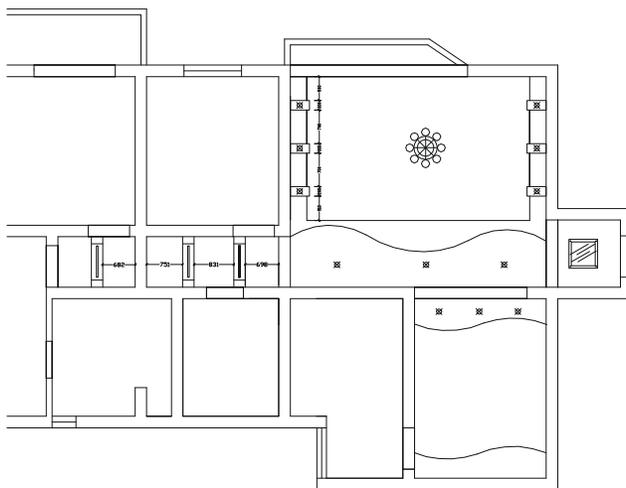
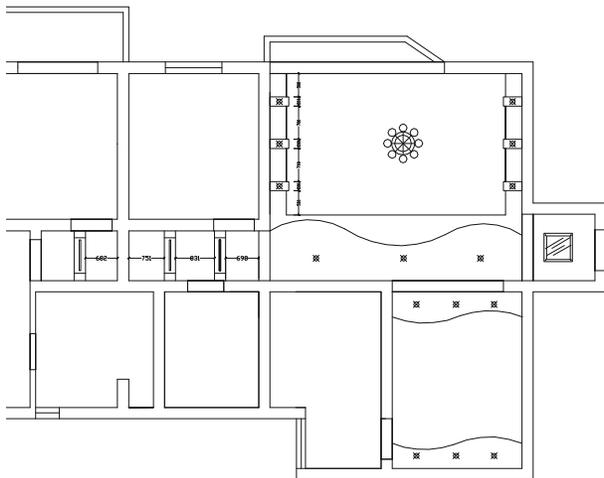

图 7-1-25
图 7-1-26
**STEP 04** 使用复制命令 COPY 将客厅中的筒灯复制到如图 7-1-25 所示的餐厅位置。
**STEP 05** 参照上面第 (2) 步，使用镜像命令 MIRROR 将如图 7-1-25 所示得到的筒灯向下镜像一排，如图 7-1-26 所示。
// 单击如图 7-1-26 所示餐厅中心的大致位置